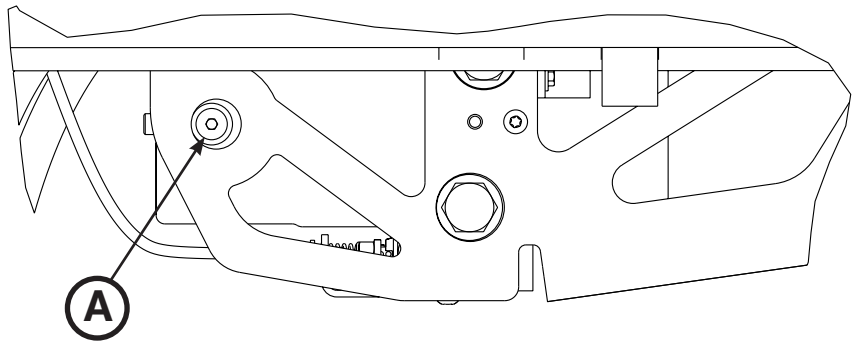

Figure 49
3. Retirer le bouchon (A) à l'aide d'une clé hexagonale 3/16 (Figure 49).